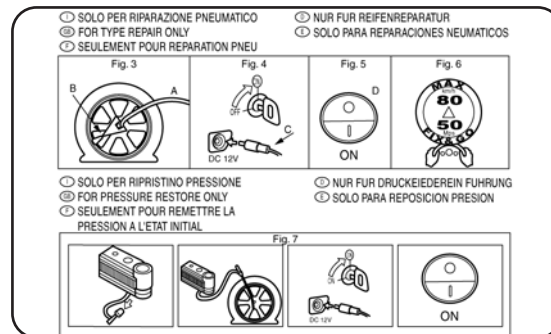

fig. 14
- un dépliant avec instructions (fig. 14), pour bien utiliser le kit, qu'il faudra ensuite remettre au personnel à qui sera confié le pneu ainsi traité;